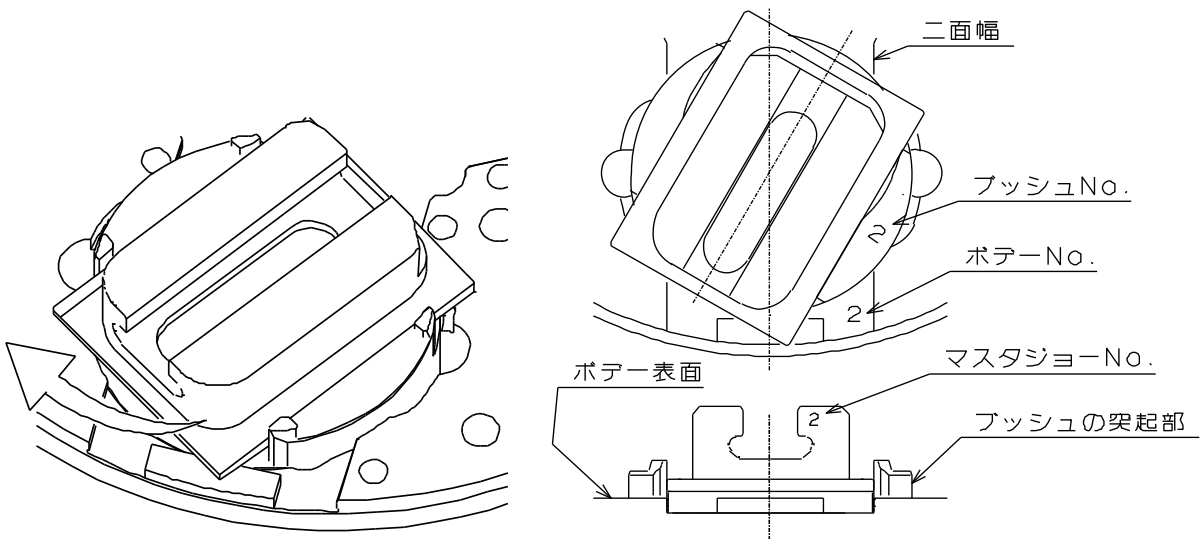

図 24
- ⑤ マスタジョーをボデーの二面幅から少し引抜いて、ブッシュの突起部に引掛けて、180° 回転させた位置で、再びボデーの二面幅に押し込んで下さい。これを全てのマスタジョーで行って下さい。(図 24) マスタジョーを引抜くことが難しい場合は、一時的にジョーを取付けてこれを掴めば容易になります。チャック内部にはグリースが充満しているので引抜くのに強い力が必要な場合があります。
- ⑥ カバーとシール、ボデー表面(カバーとの合わせ面)に付着した切粉やグリースは拭き取って下さい。
- ⑦ カバー表面に刻印された No. とマスタジョーNo. と向きを合わせて、カバーを取付けて下さい。シール表面にはまっているOリングが溝からはみ出さないように注意して下さい。はみ出した状態でカバーを取付けるとOリングが破損します。Oリングが傷付いたり破損したりしている場合は新しいものに取替えて下さい。
- ⑧ ボデー内部に入っているグリースが減ってしまったと思われる場合は、グリースの給油を行って下さい。
- 誤ってマスタジョーを引抜いてしまったときは直ちに挿入すること。挿入の際にはマスタジョーNo.をボデーやブッシュのNo.とあわせること。No. が違っていると把握精度が低下する可能性がある。(図 24)